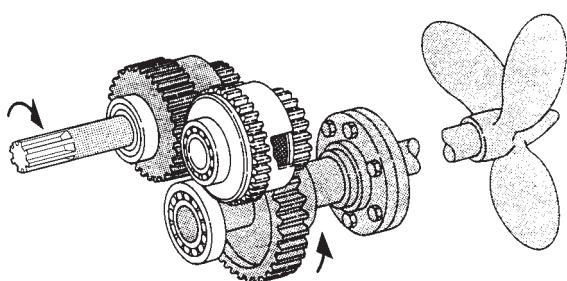

Fig. 1
- **Descrizione del funzionamento:** l'invertitore è costruito per il funzionamento in marcia avanti (MA) e retro-marcia (RM). Il senso di rotazione uguale rispetto al senso di rotazione dell'albero di entrata è ottenuto mediante l'inserimento della frizione dell'albero ozioso ingranato con l'albero d'entrata.
- **Marcia avanti:** la frizione di marcia avanti viene inserita dal distributore quando posizionato in «MA». In questa situazione la frizione di marcia avanti collega l'albero di entrata con l'albero di uscita. La trasmissione avviene con rapporto indicato sulla targhetta d'identificazione (Fig. 1).
- **Forward:** the forward clutch is engaged from the selector valve when it is placed in the forward position. Thus the engaged clutch pack connects the input to the output shaft. The transmission ratio of the gearbox is reported on the gearbox identification plate (Fig. 1).